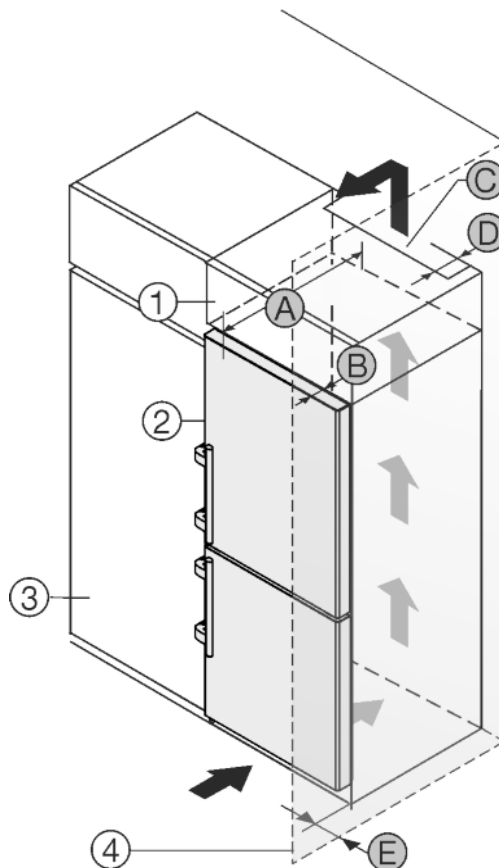

Fig. 47
Přístroj lze zabudovat do kuchyňských skříní. K vyrovnání přístroje Fig. 47 (2) na výšku kuchyňské linky lze na přístroj nasadit nástavec Fig. 47 (1).
Přístroj lze instalovat přímo vedle kuchyňské skříňky Fig. 47 (3). Aby bylo možné dvířka plně otevřít, musí přístroj přesahovat o hloubku Fig. 47 (B) vůči přední linii kuchyňské skříňky. V závislosti na hloubce kuchyňských linek a použití vymežovačů odstupu od stěny může přístroj vyčnívat dále.
- Na zadní straně nastavné skříňky musí být větrací šachta hluboká Fig. 47 (D) přes celou šířku nastavné skříňky.
- Pod stropem místnosti musí být dodržen ventilační průřez Fig. 47 (C).
Pokud je přístroj se závěsy instalován vedle stěny Fig. 47 (4), musí být dodržena vzdálenost Fig. 47 (E) mezi přístrojem a stěnou. To odpovídá přesahu madla při otevřených dveřích.